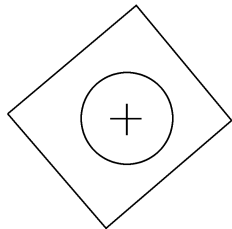

图 3-62 原图形 1
(1) 绘制中心线。
(2) 选取需要镜像的图元,选中的图元以红色显示,如图 3-62